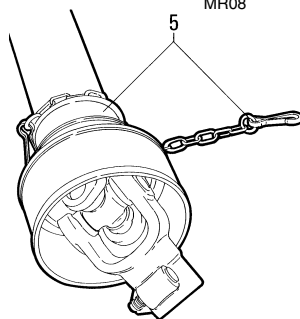

fig. 1.4.1
**- Legenda dispositivi di sicurezza (fig. 1.4.1)****1 - Protezione albero presa di forza.**
- Key to the safety devices (fig. 1.4.1)**1 - Pto shaft guard.**